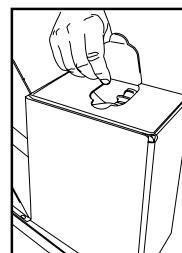

Abbildung 4
7. Entfernen Sie den abtrennbaren Abschnitt des äußeren Kartons (siehe unten Abbildung 4).